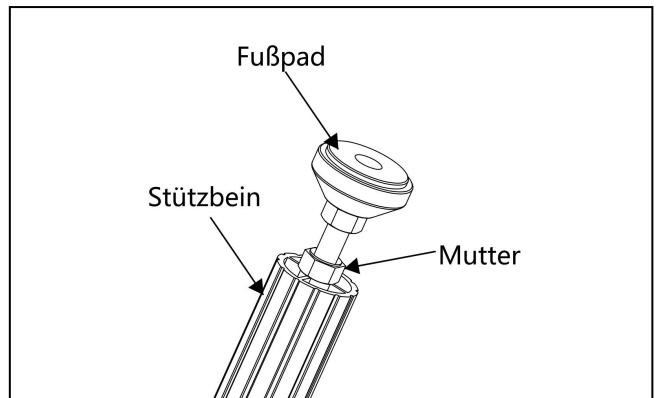

Abb.9
1. Schrauben Sie die Fußkissenaufnahmen in die Unterseite der Stützbeine, wie in Abbildung 9 gezeigt. Ziehen Sie die Sicherungsmuttern vorerst nicht an den Beinen fest, damit Sie die Höhe der Beine in einem späteren Schritt anpassen können.